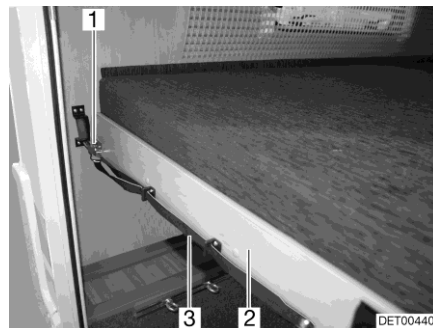

Fig. 74 Lit superposé (arrière)
- Tirer sur la boucle (Fig. 74,3) et désenclencher le verrou (Fig. 74,1).
- Tirer le sommier à lattes (Fig. 74,2) avec le matelas vers l'avant jusqu'à ce qu'il s'enclenche.